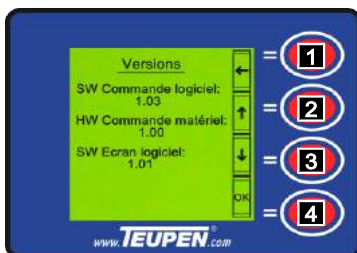

Fig. 86
1. Retourner au menu « Données machine » avec la [Touche de fonction] (Fig.86/1).